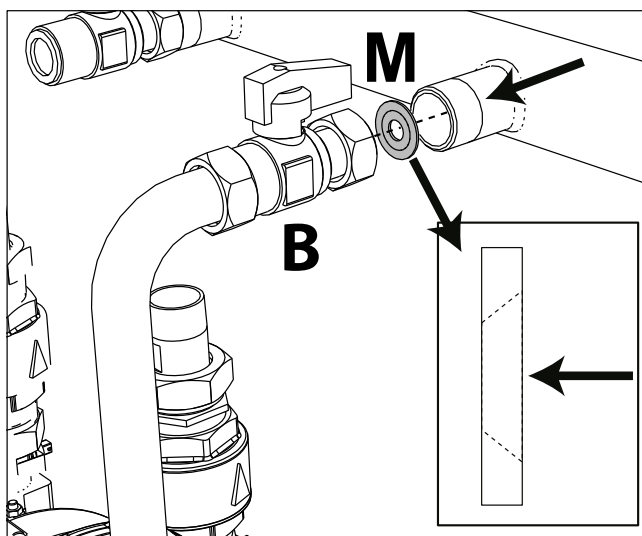
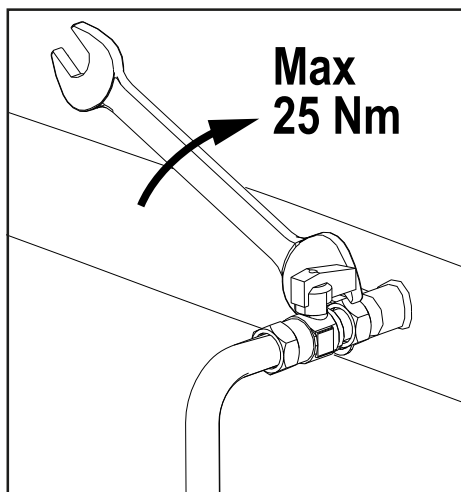

fig. 84 - Ugello per utilizzo con GPL
fig. 85
8. Nel caso di **trasformazione a GPL**, è necessario sostituire la guarnizione esistente tra il rubinetto "B" e il collettore gas con l'ugello "M" (fig. 84). Riassemblare il rubinetto "B" sul collettore gas avendo cura di non serrare ad una coppia maggiore di **25 Nm** per evitare il danneggiamento dell'ugello (fig. 85).
**ATTENZIONE:** l'ugello "M" (vedi fig. 84) **non deve** essere inserito con l'apparecchio funzionante a **Gas Naturale**.